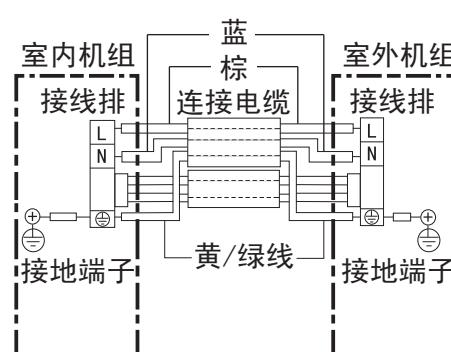

图13
(1) 用附件 ⑧ 及 ⑩ 连接电缆按接线图13要求正确地连接室内外机组，绝对不可连接错误。
(2) 连接电缆必须用室内外机组上的电线压板压紧。
- 接地线必须根据图13所示用连接电缆中黄/绿色导线接至带有“ \oplus ”标记的接线端子上。